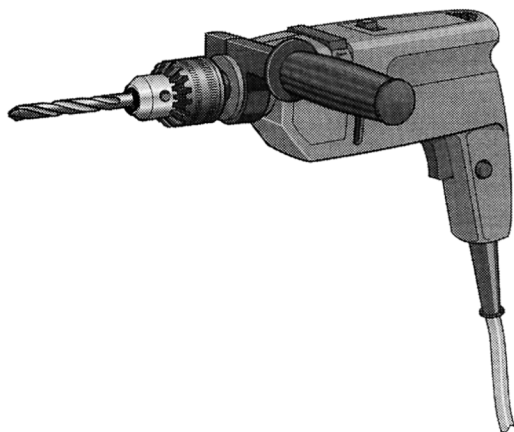

Рис. 2.58. Ударная дрель
**Ударная дрель** (рис. 2.58). В настоящее время практически все дрели имеют опцию ударного режима. Чаще всего такой инструмент используют именно как дрель, крайне редко применяя режим долбления. В общих чертах ударная дрель напоминает перфоратор, но по всем показателям ему уступает. К тому же такая дрель не имеет режима долбления, а только сверления с долблением. Применяется в том случае, когда выполняются работы небольшого масштаба и приобретать перфоратор невыгодно.